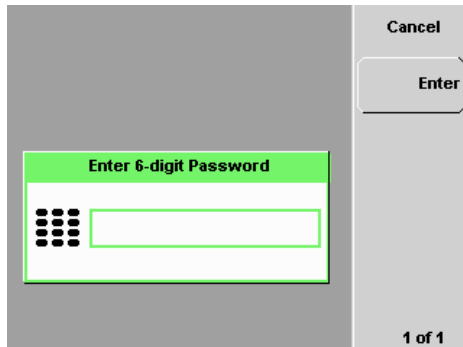

図 2-54 表示を復元するためにパスワードが必要
- 9 画面がブランクになった後、フロント・パネルの任意のキーを押すと、表示を復元するためのパスワード入力を求めるプロンプトが表示されます (図 2-54)。パスワード入力は、3 回までしか試行できません。